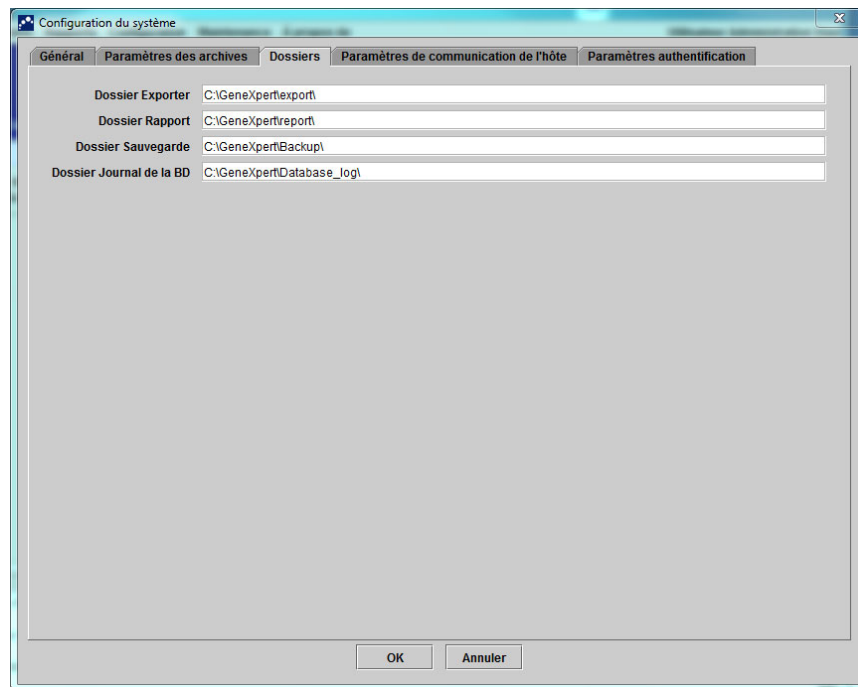

Figure 2-80. Boîte de dialogue Configuration du système (onglet Dossiers)
2. Cliquez sur l'onglet **Dossiers**. L'onglet **Dossiers** s'affiche. Voir Figure 2-80.